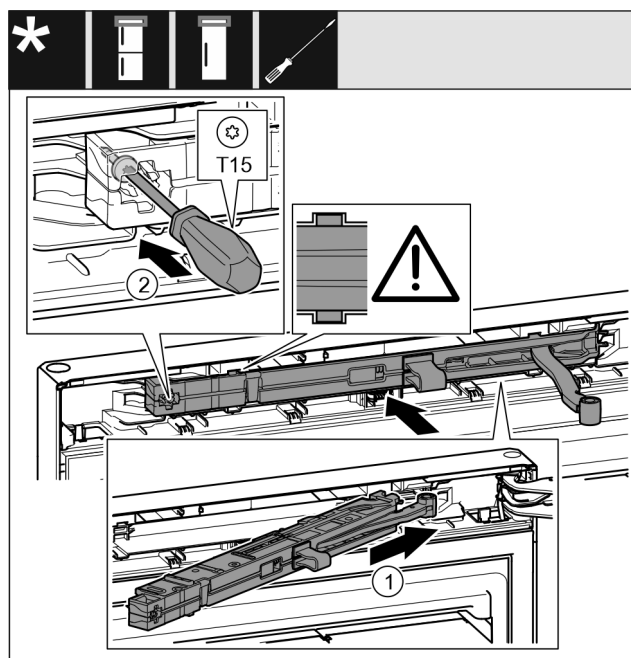

Fig. 22
- Côté support de palier, pousser l'unité d'amortissement de fermeture *Fig. 22 (1)* jusqu'en butée de biais dans l'évidement.
- Serrer la vis *Fig. 22 (2)* avec un tournevis.